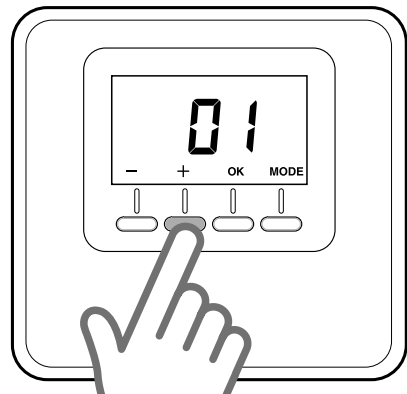

Fig. 16
- Appuyer sur les touches « + » ou « - » pour sélectionner la zone à attribuer (Fig. 16).